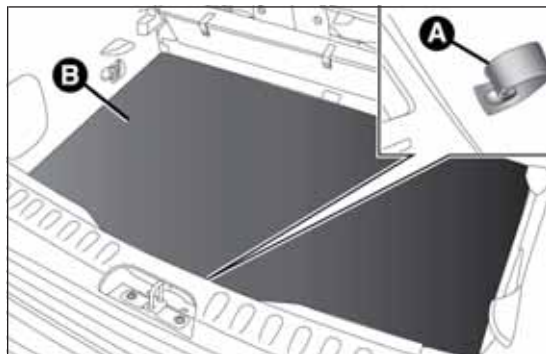

fig. 154
- ☐ abrir el maletero, tirar de la lengüeta A fig. 154 y levantar la alfombrilla de revestimiento B hacia arriba;